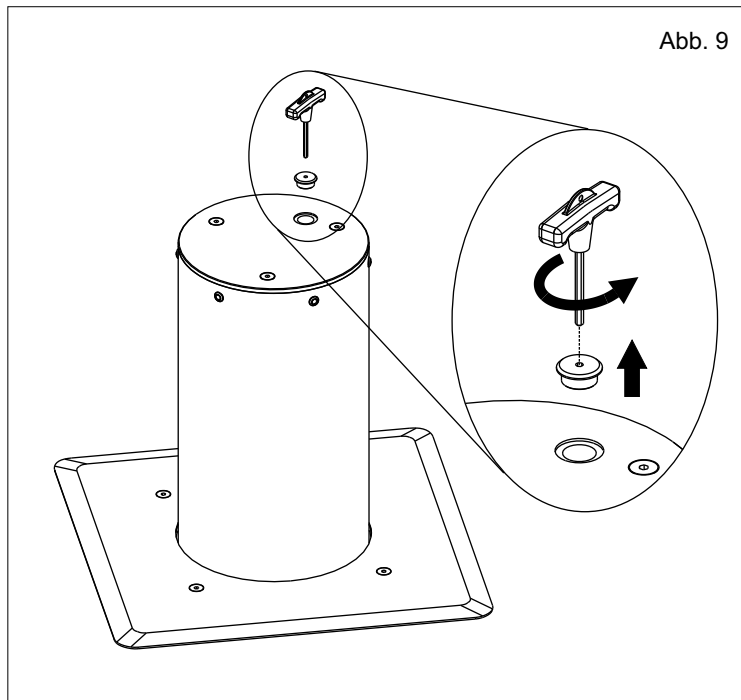

Abb. 9
6.1. Den Entriegelungsverchluss mit dem dafür vorgesehenen und mitgelieferten Seckskantschlüssel abschrauben. (Abb. 9).